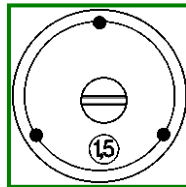

Bild 5: Einstellung des Hubes (außer Reihe SK 14 und SK 15)
10. **Einstellung des Hubes (außer Reihe SK 14 und SK 15):** Schrauben Sie die Abschlußkappe der Pistole ab (nicht nötig bei K 26). Dahinter liegt eine Einstellschraube, an der in Stufen von 0,5 mm der Hub verändert werden kann (Bild 5).
verzögert eintaucht. Dann entsteht eine „kalte Schweißung“ mit Bindefehlern, wobei keine äußerlich sichtbaren Unregelmäßigkeiten vorliegen (Tabelle 2 Bild 5). Die Sichtprüfung sollte daher nie ausschließlich zur Beurteilung dienen. Sie ist durch mechanische Prüfungen zu ergänzen.